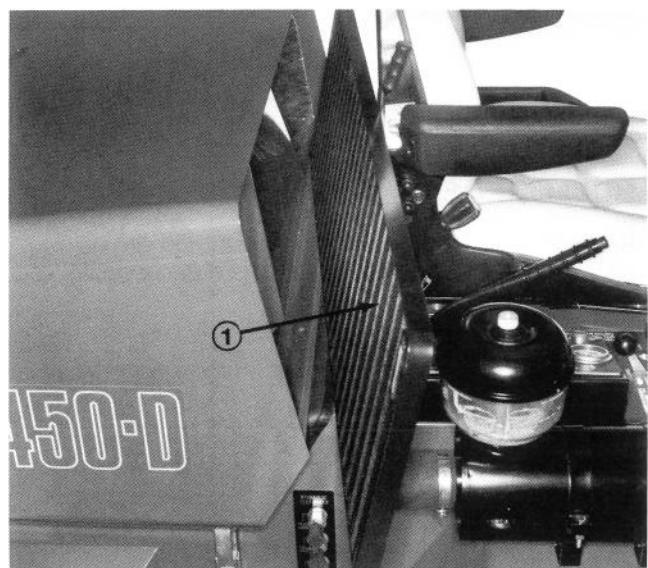

Fig. 39
- Rimuovere la griglia anteriore e pulirla con aria compressa (Fig. 39).